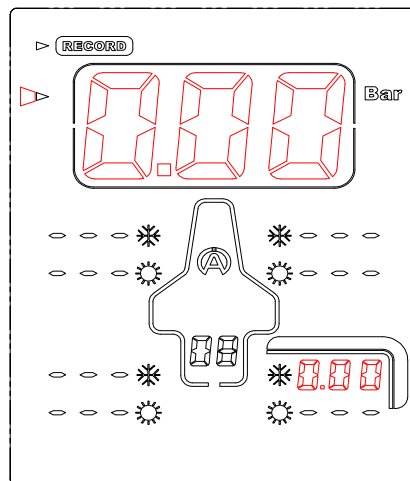

Figura 2
2) Com o botão  ou  seleccione o **"CADRAN"** (figura 2)
No exemplo (*figura 2*), o Tyrecontrol está pronto para gravar a captação no Conjunto "08" antes corrida ❄, ("Conjunto" livre) começando pelo pneu traseiro direito.